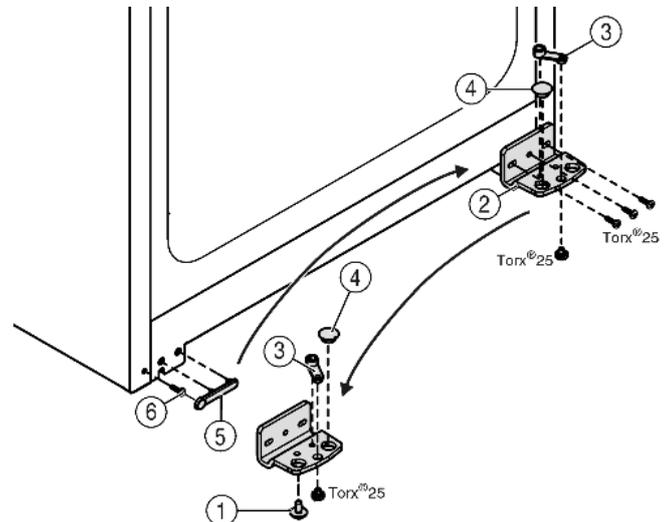

Fig. 5
- ▶ Lagerbock Fig. 5 (2) abschrauben.
- ▶ Lagerteil Fig. 5 (3) abschrauben und in das gegenüberliegende Aufnahmeloch des Lagerbocks umsetzen, wieder festschrauben.
- ▶ Stopfen Fig. 5 (4) aus dem Lagerbock herausnehmen und in das gegenüberliegende Aufnahmeloch des Lagerbocks umsetzen.
- ▶ Griffseitige Abdeckung Fig. 5 (5) vorsichtig abheben.
- ▶ Schraube Fig. 5 (6) herausdrehen und auf der Gegenseite wieder einsetzen.
- ▶ Abdeckung Fig. 5 (5) wieder aufsetzen.
- ▶ Lagerbock Fig. 5 (2) auf der neuen Scharnierseite **fest (mit 4 Nm)** ggf. mit Hilfe eines Akkuschraubers wieder festschrauben.